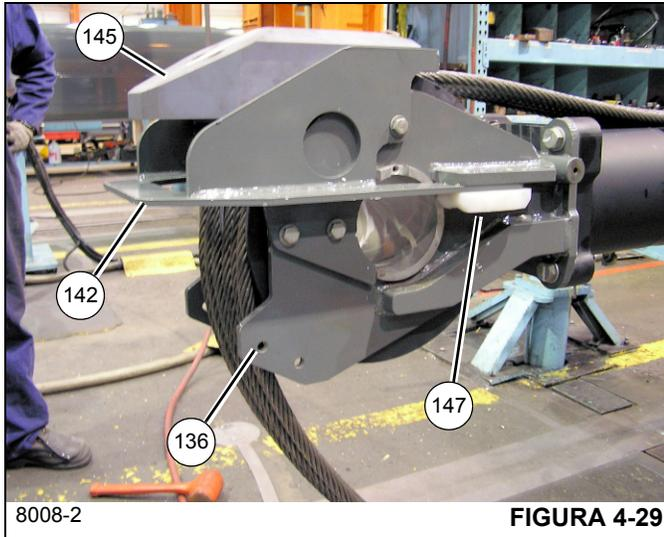
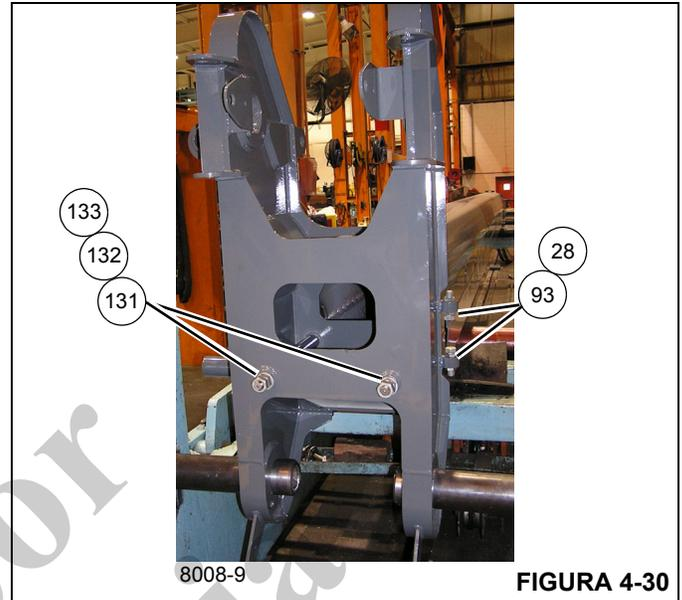

FIGURA 4-29
FIGURA 4-30
6. Instale el miembro soldado del carruaje (142) (vea la Figura 4-29) sobre el miembro soldado de montaje de polea del cilindro telescópico (136) utilizando los seis pernos (20) y las arandelas planas (143).
7. Instale las almohadillas amortiguadoras (147) en los lados del miembro soldado del carruaje (142) con los cuatro pernos (19) y las arandelas planas (143); compruebe que el lado biselado de cada almohadilla esté orientado hacia afuera (vea la Figura 4-29).
8. Monte la almohadilla de carruaje inferior (145) en el miembro soldado del carruaje (142) utilizando los pernos (44, 146) (vea la Figura 4-29).
9. Instale la almohadilla de carruaje superior (144) en el miembro soldado del montaje de la polea del cilindro telescópico (136) utilizando los cuatro pernos (19), las arandelas de seguridad (17) y las arandelas planas (16).
10. Instale dos graseras (106) en cada extremo del eje hueco (141) y añada grasa hasta que salga por las poleas.
11. Coloque la sección telescópica 4 (5) en la parte delantera del cilindro telescópico (6) con el lado superior hacia abajo y coloque la sección telescópica 4 (5) en unos soportes adecuados.
12. Instale los dos cables de retracción de la sección telescópica 4 (131) a través del interior de la sección telescópica 4 (5) y fije la punta de la pluma con las cuatro tuercas (133) y las dos arandelas (132) (vea la Figura 4-30).